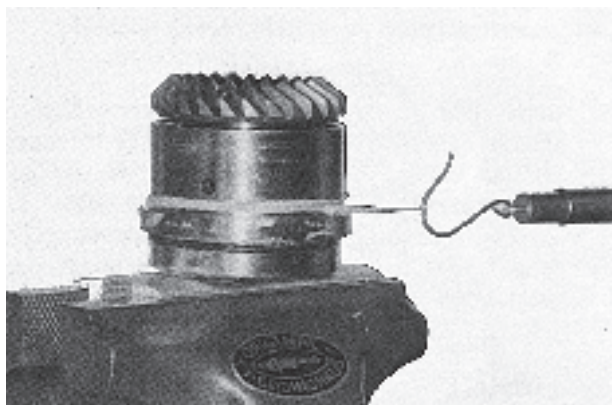
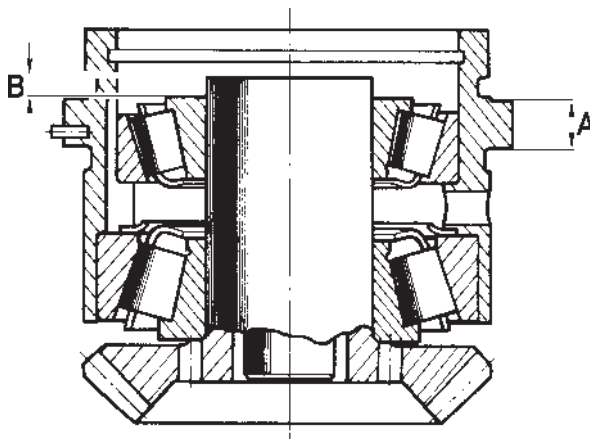

Fig. 4
Fig. 5
1. Pressa på det större rullagret som ingår i kompletta dubbellagerboxen. (14) på drevet. Använd härvid verktyg 884263.
2. Montera drevet i dubbellagerboxen och pressa på det mindre rullagret så att en viss förspänning erhålles. Använd verktyg 884263 och 884259. Kontroll av förspänning sker med hjälp av en fjädervåg och ett snöre som lägges runt lagerhuset. Se fig. 4. Förspänningen skall vara 0,1–0,5 kp.
3. Bestäm måttet "B", se fig. 5. Använd en djupmikrometer och mät först från dubbellagerboxen till lagrets innerring och sedan till halsen på drevet. Räkna därefter ut skillnaden.
4. Mät djupet på urtaget i ansatsbrickan (17) och lägg till detta mått så mycket justermellanlägg (22) att måttet "B" enligt punkt 3 erhålles.
5. Sätt sedan ansatsbrickan på plats och drag samman kugghjulpaketet i dubbellagerboxen med hjälp av verktyget 884286. Insexskruven drages med momentnyckel med 12,5 kpm. Kontrollera återigen förspänningen, som skall vara 0,1–0,5 kp. Se fig. 4. Om förspänningen visar sig vara för hög, skall ansatsbrickan demonteras och kugghjulet pressas tillbaka något varefter ytterligare ett justermellanlägg på försök lägges under ansatsbrickan. Härfter drages dubbellagerboxen ihop med verktyget 884286. Kontrollera åter förspänningen.
5. Mät upp ansatsen på dubbellagerboxen med en mikrometer. Se mått "A" fig. 5.